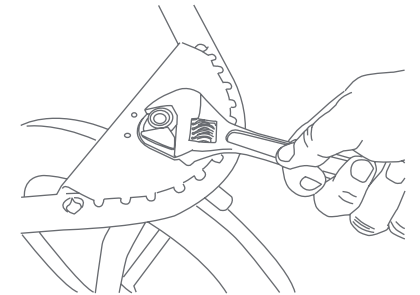

Fig. 25
25) • Si la roue avant oscille au-delà de ce qui est normal lors de l'utilisation pour la marche ou le jogging, vous devrez peut-être ajuster l'écrou de la roue avant. Cet écrou est situé sous le repose-pied situé à l'avant de la Poussette. Vous pouvez utiliser une clé à molette pour serrer l'écrou. **NE PAS TROP SERRER.** Cela pourrait endommager le logement de la roue avant (Fig 25.).